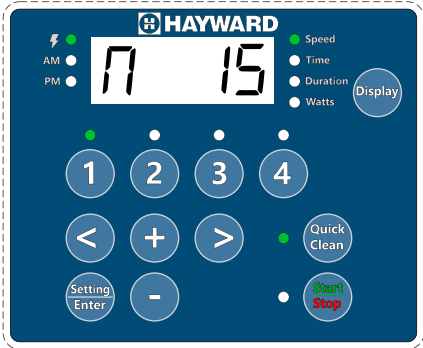

Bild 8
- Tryck två gånger på Setting (inställning). LED-lampan för parametern "Duration" (varaktighet) blinkar medan du gör ändringar. **Se bild 8.**